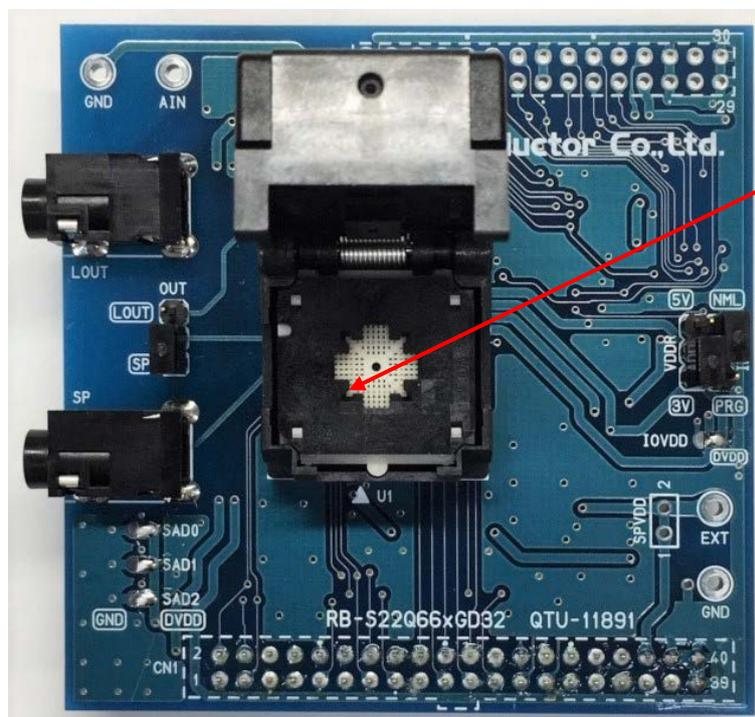

図 1 外観
- 本ボードに音声合成 LSI をセットする際には、電源を切った状態で行ってください。1 ピンはソケット開口部に対して向かって左下、基板シルク▲の位置です。デバイスのセット方向を図 1 に示します。